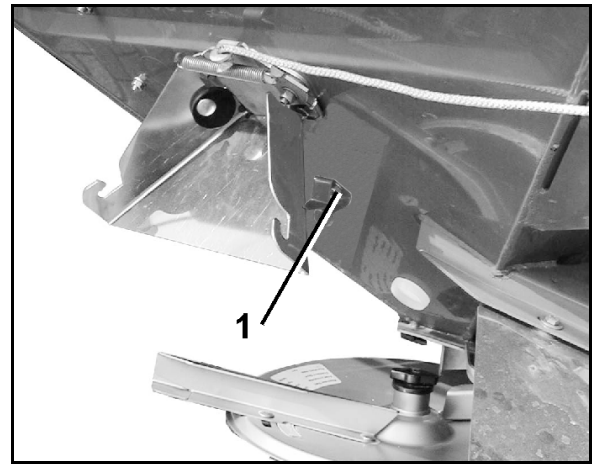
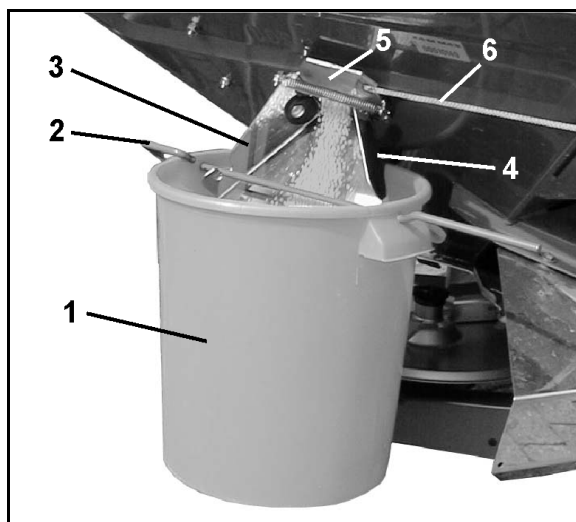

Fig. 57
Fig. 59
- Hæng samlebeholderen (Fig. 59/1) op på udløbsrenden (Fig. 59/3) ved hjælp af bøjlen (Fig. 59/2). Lad samlebeholderen gå i indgreb i klemanordningen (Fig. 59/4 og Fig. 57/1).
- Hold sidespjældet (Fig. 59/5) på udløbsrenden helt åben i ca. 5 sek ved hjælp af en snor (Fig. 59/6) (for at sikre en jævn gødningsstrøm). Tøm så den opsamlede gødningsmængde tilbage i sprederen.